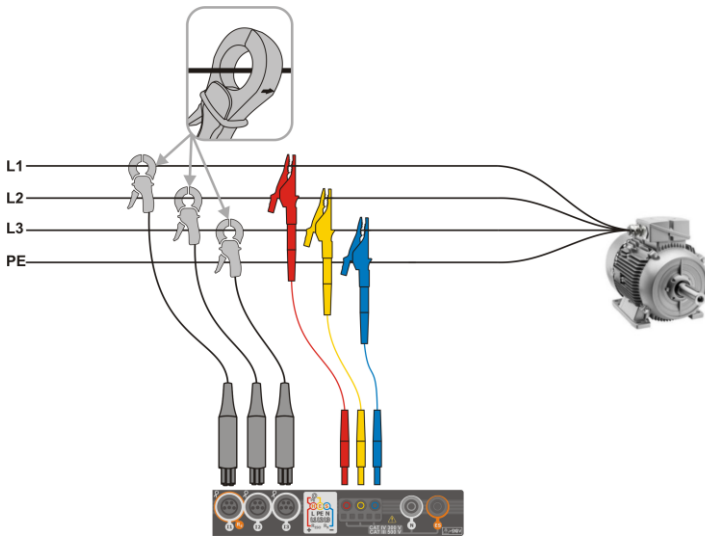
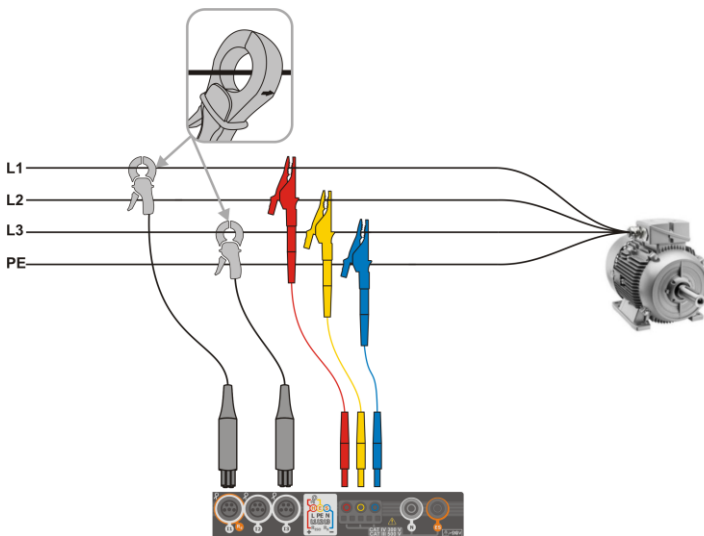

Fig. 5.6 Esquema de conexión – sistema trifásico con tres conductores de trabajo
Fig. 5.7 Esquema de conexión – sistema trifásico con tres conductores de trabajo (medición de corrientes mediante el método de Aron)
- trifásica de 3 hilos (Fig. 5.6, Fig. 5.7).
En los sistemas de tres conductores de AC se pueden medir las corrientes con el método de Aron (Fig. 5.7), usando sólo dos pinzas que miden las corrientes lineales I_{L1} y I_{L3} . La corriente I_{L2} se calcula entonces según la relación: